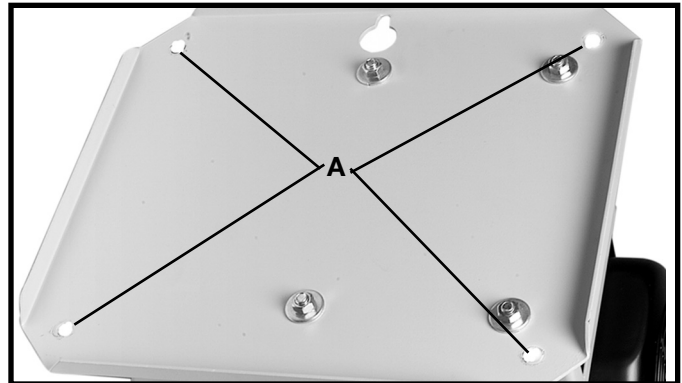

Fig. 3
2. Introduzca un perno de ruedecilla a través de los cuatro agujeros (A), Fig. 3, que están en la base del colector de polvo.